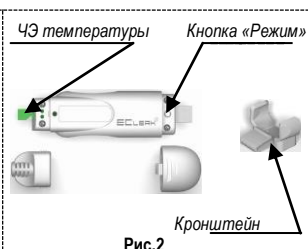

Рис.2
Чувствительный элемент температуры находится на печатной плате под защитным колпачком с отверстиями, см. рис.2. С другой стороны корпуса под защитным колпачком имеется USB-разъём для подключения прибора к ПК и кнопка «режим» для выбора режима работы регистратора. На лицевой стороне ECLERK-M-11-T расположены: цифровой индикатор для отображения измеряемой температуры; индикатор режима работы; кнопка «ПРОСМОТР» для переключения режимов индикации.
3.4 В случае размещения прибора на плоскости (на стене, в шкафу и т.п.) рекомендуется применять кронштейн для крепления, см. рис. 2.